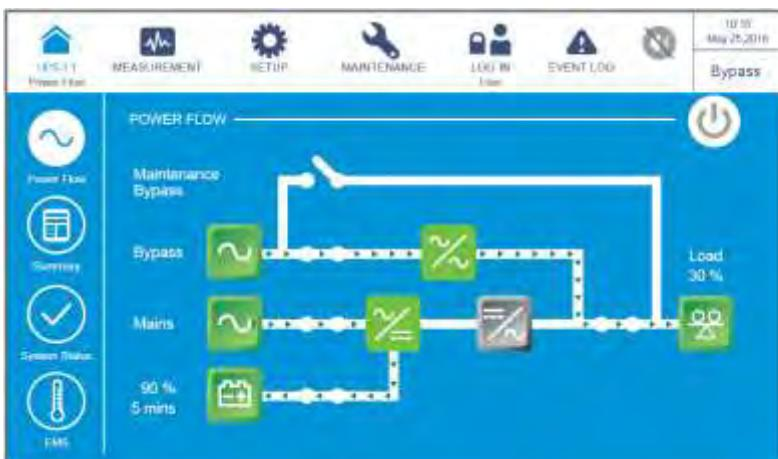

Рисунок 6-54: Экран байпасного режима
- 3) После выбора 'YES' ИБП отключит инвертор, прекратит подачу питания с каждого силового модуля и будет осуществлять подачу питания с байпасного источника переменного тока. Если байпасный источник переменного тока работает ненормально, то существует риск прерывания подачи питания, и подключенные важные нагрузки не будут защищены. В этот момент силовые модули продолжают заряжать батареи, трехцветный светодиодный индикатор загорается желтым цветом, и появляется следующий экран (*Рисунок 6-54*). Расположение трехцветного светодиодного индикатора см. на *Рисунке 2-11*.